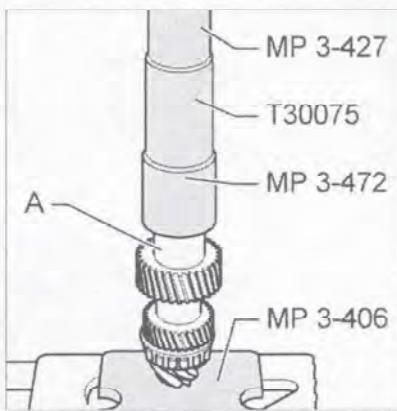

Рис. 7.276. Напрессуйте внутреннюю обойму игольчатого подшипника шестерни 2-й передачи (A) до упора с помощью специального инструмента.
17. Напрессуйте внутреннюю обойму игольчатого подшипника шестерни 2-й передачи (A) до упора с помощью специального инструмента (рис. 7.276).